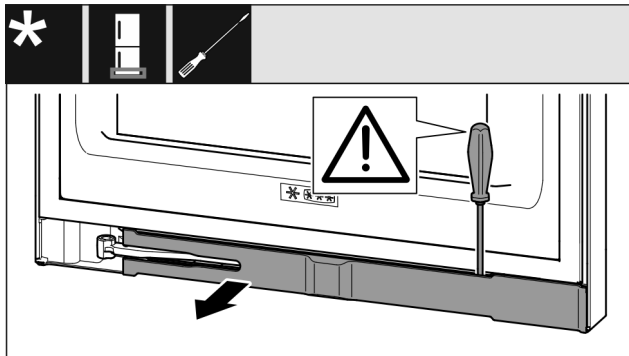

Fig. 13
- ▶ 使用带槽螺丝刀松开隔板并把它转到一边。(参见 Fig. 13)